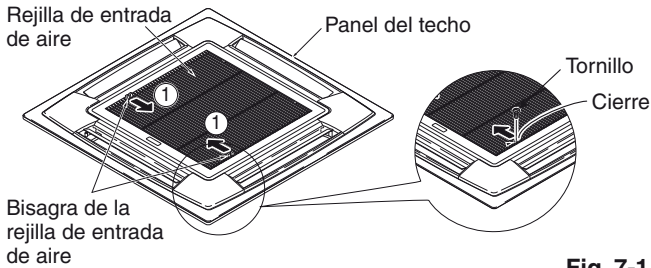

Fig. 7-1
- 1) Extraiga los 2 tornillos del cierre de la rejilla de entrada de aire. (Fig. 7-1) (Coloque la rejilla de entrada de aire después de instalar el panel del techo.)
- 2) Deslice los enganches de la rejilla de entrada de aire en el sentido que indican las flechas ① para abrir la rejilla. (Fig. 7-1)